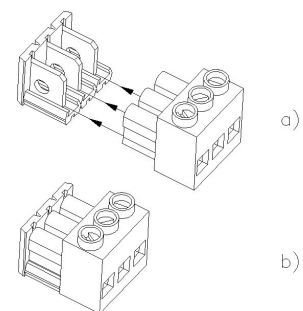

Fig.6
I) Sfilare il connettore dal circuito (fig.6);
F) Défiler le connecteur du circuit (fig.6);
GB) Remove the connector from the circuit (fig.6);
E) Retirar el conector del circuito (fig.6);